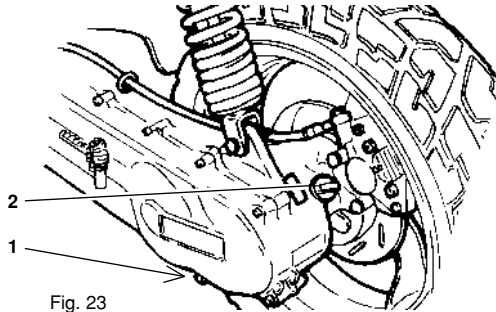

Fig. 23
- Einen geeigneten Auffangbehälter unter die Ablassschraube (1 - Fig. 23) stellen.
- Die Ölablassschraube (1) und den Einfülldeckel (2) entfernen.